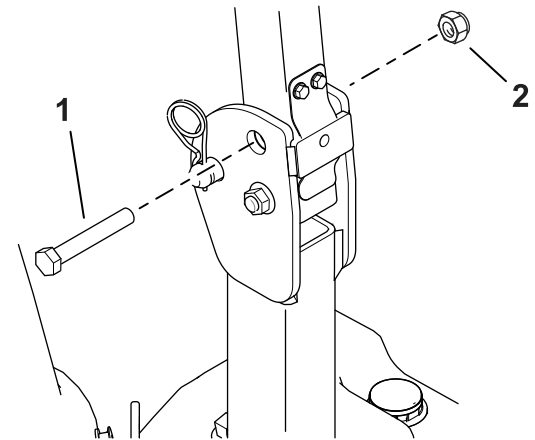

Figure 3
5. Insérez le boulon ($\frac{3}{4}$ " x 4") dans le trou supérieur de l'arceau de sécurité et fixez-le en place en serrant un écrou ($\frac{3}{4}$ ") à la main. Voir (Figure 3).